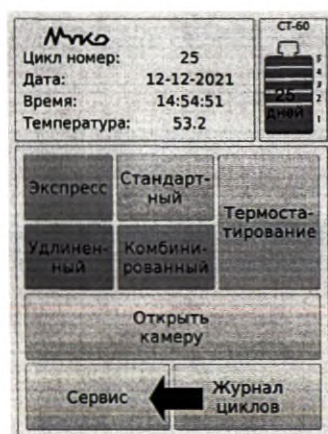

Рис.21
- в главном меню нажать кнопку «Сервис» (Рис.21);